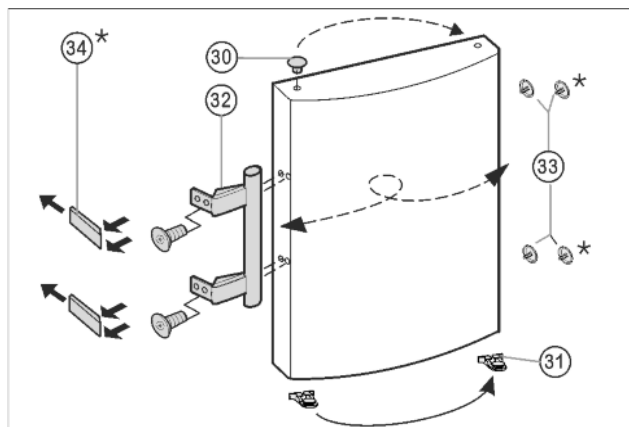

Fig. 8
- Retire el tapón Fig. 8 (30) del casquillo de cojinete de la puerta y cámbielo de sitio.
- Desmonte el tirador de la puerta Fig. 8 (32), los tapones Fig. 8 (33) y las placas de presión* Fig. 8 (34) y cámbielos al lado opuesto.